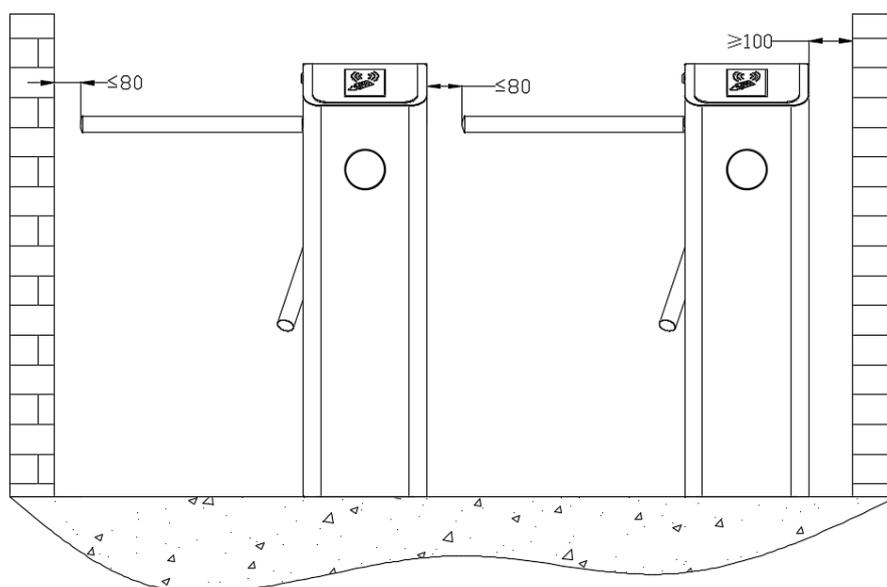

Figura 3-1
O equipamento deve ser instalado em um piso de concreto, garantindo que os parafusos de expansão possam ser fixados firmemente. Sugerimos que você instale uma estrutura auxiliar para formar uma passagem, conforme mostrado na Figura 3-1.
2. O espaço livre da extremidade do braço não deve ser superior a 80 mm (Veja na Figura 3-1).